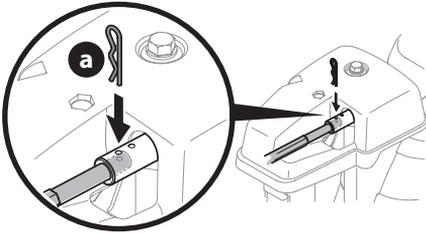

Figure 40
6. Poussez la tige de commande vers le tableau de commande jusqu'à ce que le trou sur la tige s'aligne avec le trou du milieu sur le raccord de la tige de commande. Insérez la goupille fendue (a) retirée à l'étape 1. Voir Figure 40.